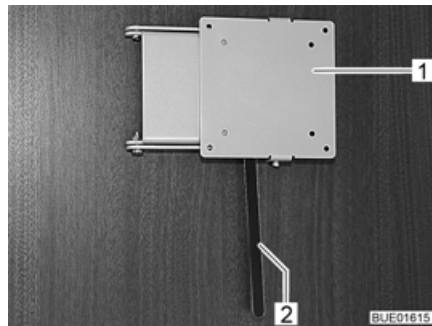

Fig. 92 Support avec levier de déverrouillage
- Positionner : ■ Pousser le levier de déverrouillage (Fig. 92,2) sur le côté et pivoter le support (Fig. 92,1) et l'écran plat pour les amener en position souhaitée.
- Ranger : ■ Pivoter l'écran plat en sens inverse, jusqu'à ce que le support (Fig. 92,1) s'enclenche dans le verrouillage.